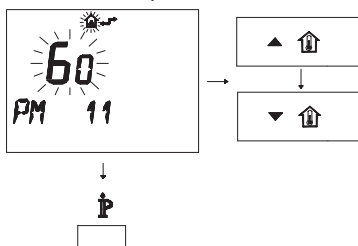

Fig. 5.80
- Per modificare il SET programmato agire sui pulsanti  $\uparrow$  o  $\downarrow$  e aspettare che il numero programmato cominci a lampeggiare (Fig. 5.80). Ogni passo incrementato o decrementato corrisponde a 1 secondi.